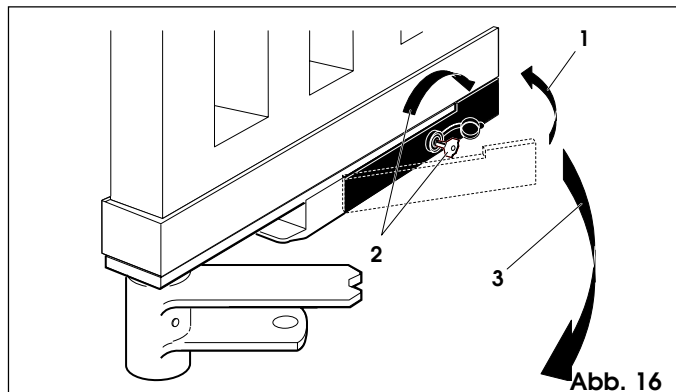

Abb. 16
- Hebel wieder eindrücken (Abb. 16-Pos. 1)
- Schlüssel in das Schloß einstecken und bis zum Anschlag gegen die Pfeilrichtung drehen (Abb. 16-Pos. 2)
- Torflügel manuell betätigen, bis das Notentriegelungsschloss in den Verriegelungsbügel einrastet (Abb. 16-Pos. 3)